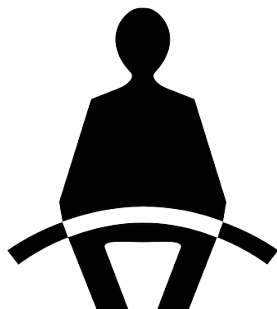

Figura 17. Colocando el Cinturón de Seguridad
2. Siéntese en el asiento del operador y ajústelo para una posición confortable, luego coloque el cinturón de seguridad (Figura 17) alrededor de su cintura. **NUNCA** opere el rodillo sin el cinturón de seguridad, pueden ocurrir serios daños si el cinturón no se utiliza.